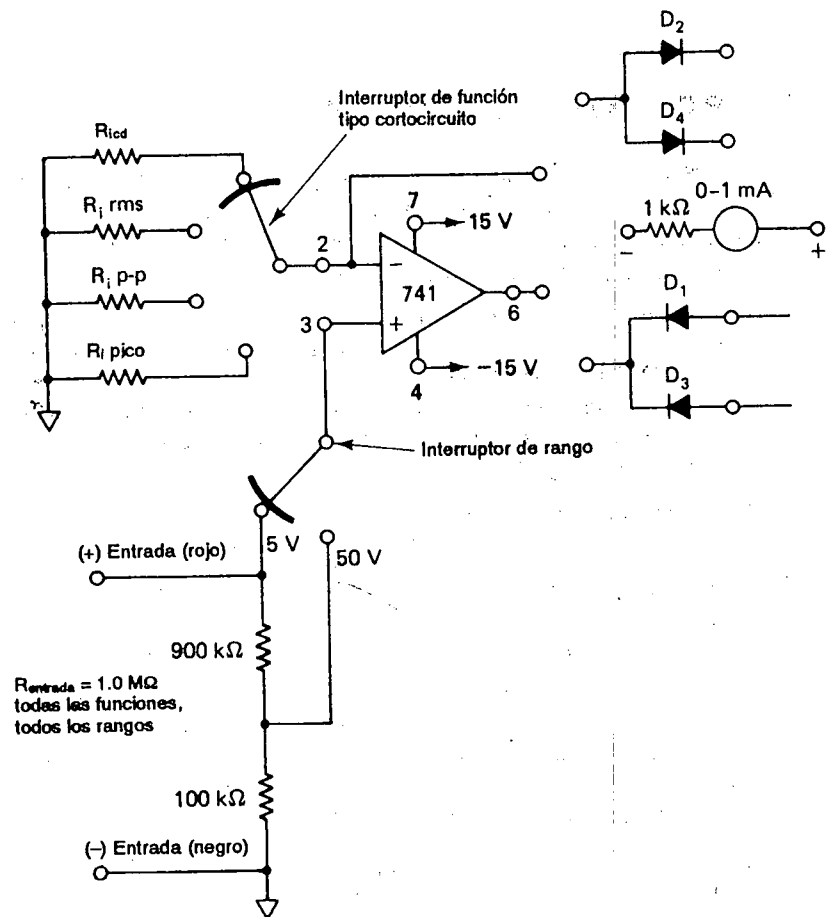

FIGURA P5-3
5-3. En la figura P5-3 complete el alambrado esquemático entre el amplificador operacional, los diodos y un miliamperímetro. La corriente que pasa por el medidor debe dirigirse de derecha a izquierda.
- 5-4. Calcule un valor de R_{idc} en la figura P5-3, de modo que el medidor lea la escala completa cuando $E_i = 5$ V y el selector de nivel se encuentra en la posición 5 V.
- 5-5. Suponga que el selector de nivel se halle en la posición 5 V en la figura P5-3. Calcule los valores de los siguientes resistores que le den una deflexión del medidor a escala completa de 5 V: (a) $R_{i rms}$ cuando $E_i = 5$ V rms; (b) $R_{i p-p}$ si $E_i = 5$ V p-p; (c) $R_{i pico}$ para $E_i = 5$ V pico.